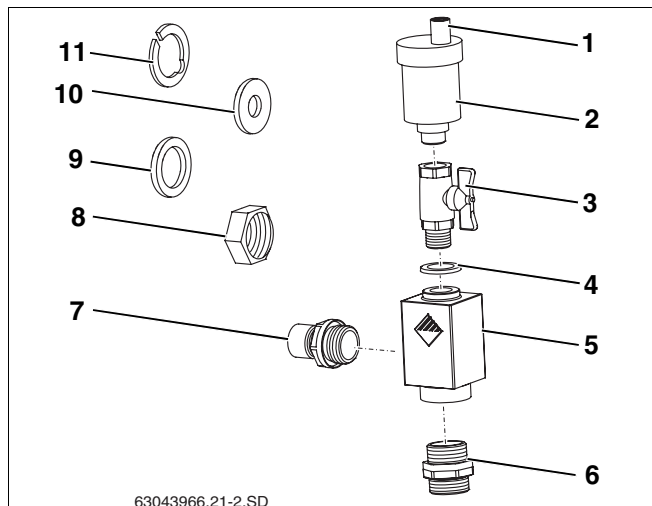

Fig. 59 Kit de purge universel
L'installation solaire est purgée en ouvrant la vis sans tête. Pour empêcher la pénétration d'humidité par la vis sans tête dans l'installation solaire, le capuchon de protection contre les intempéries (fig. 59, **pos. 1**) doit toujours être placé sur la vis sans tête lorsque l'installation est en marche.
Contenu de livraison du kit de purge universel (fig. 59):